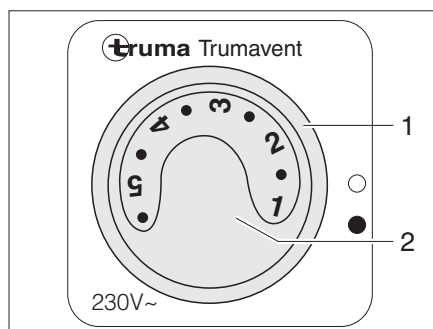

Fig. 103 Conmutador de mando para ventilador de circulación de aire (230 V)
- Poner el interruptor giratorio (Fig. 103,1) en "●".
- Ajustar la potencia deseada del ventilador de circulación de aire con el botón giratorio (Fig. 103,2).
- Poner el interruptor giratorio (Fig. 103,1) en "○".